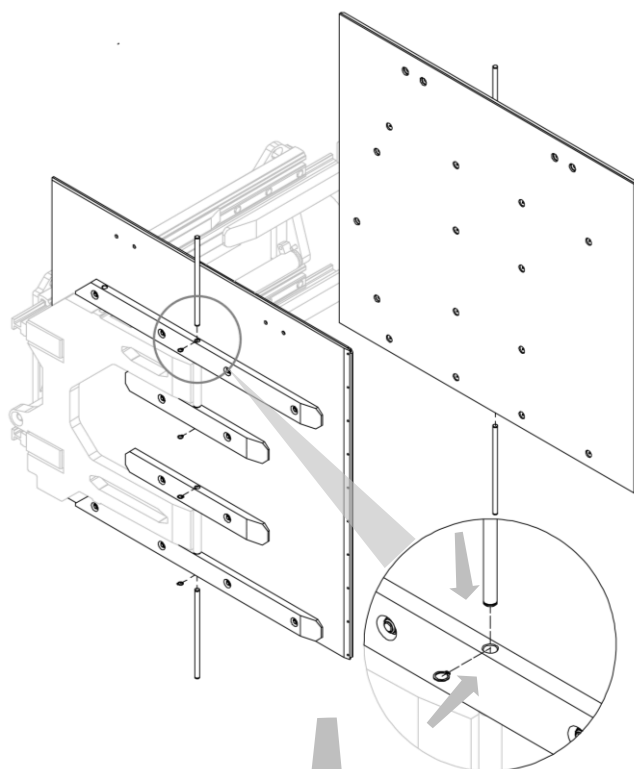
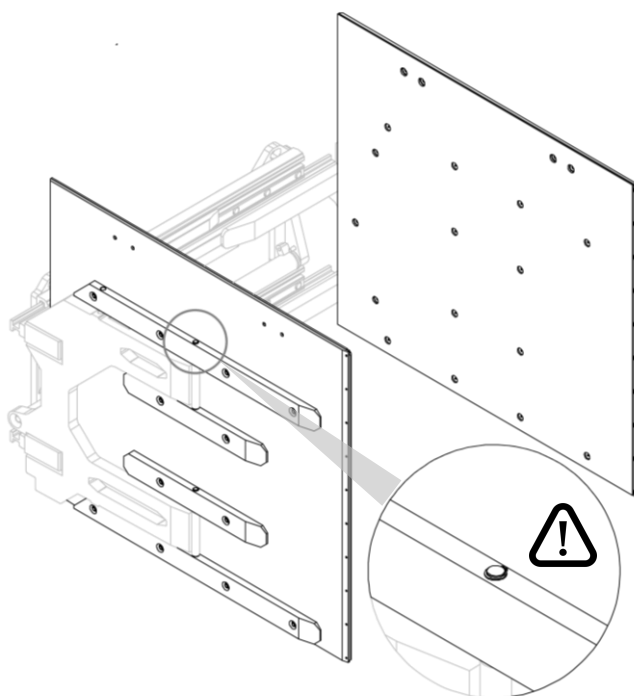

Figura 18
Figura 19
3. Posizionare gli antoni (con i relativi piatti) sulle forcelle, prestando attenzione a posizionare i perni di fissaggio, con i relativi anelli elastici che li bloccano, in modo corretto (vedi *Figura 18* e *Figura 19*).